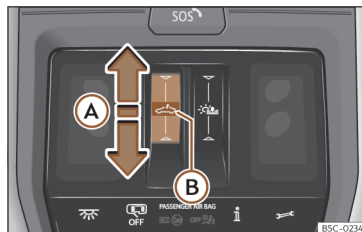

Fig. 90 No revestimento interior do teto: botão do teto de vidro.
- Movimento automático: deslize o dedo para trás sobre a área funcional (A) >>> **Fig. 90 (A)**.
- Movimento manual: deslize o dedo para trás sobre a área funcional (A) e mantenha-o.
- Antes de decorrerem aprox. 5 segundos da ativação da função antientalamento, deslize o dedo para a frente sobre a área funcional ➡ >>> **Fig. 90** Ⓐ e mantenha pressionado até o teto se fechar totalmente.